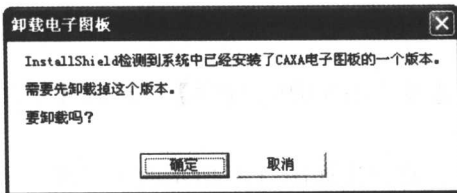

图 1.3 CAXA 电子图板 XPr2 软件卸载对话框
(2) 选择【CAXA\_EB】，单击【更改/删除】，将出现如图 1.3 所示的【卸载电子图板】对话框。
(3) 单击【确定】按钮，开始卸载，最后单击【完成】按钮，完成卸载 CAXA 电子图板 XPr2。